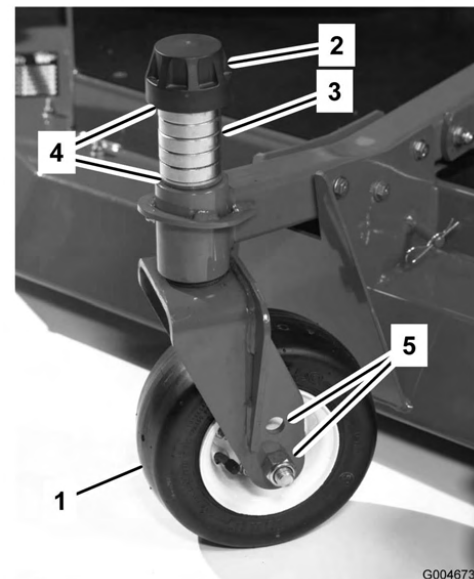

Figura 79
1. Togliete il cappuccio di tensione dall'asse del perno ed estraete il perno dal braccio della ruota orientabile (Figura 79). Riposizionate gli spessori, come opportuno, per sollevare o abbassare la ruota orientabile fino ad ottenere il passo corretto dell'apparato di taglio.